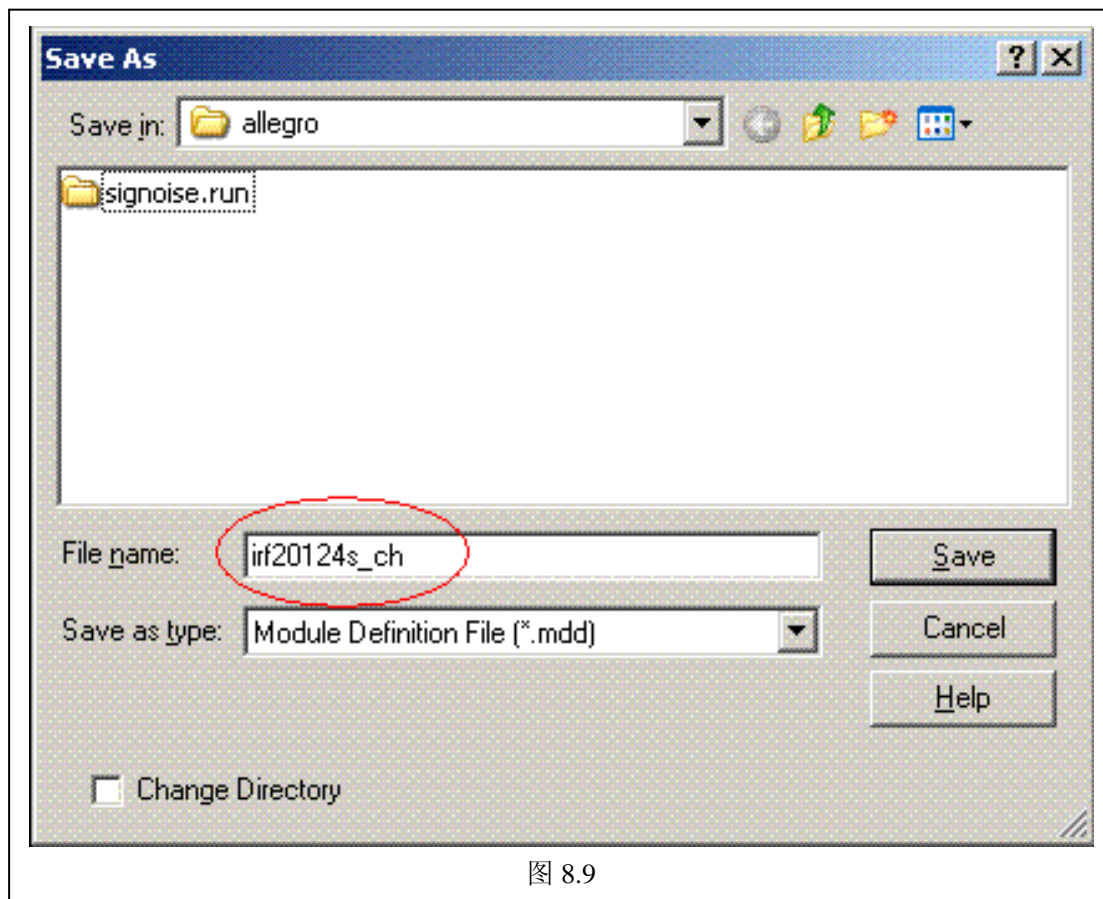

图 8.9
9) 为包含 REUSE\_ID 的 PCB 创建模块 (\*.mdd)、并按规定约束命名: 点 allegro 菜单 tools\Create Module, 选择所有目标物件, 确定并选择基点 (也就是模块的元点), 在对话框内, 填入模块名称: irfs20124s\_ch (图集名\_引用层次名), 你应该还记得步骤 (1) 的提示吧。你可以不用这个命名规定约束, 但你必须给引用层次原理图的每个元件增加 REUSE\_NAME 属性, 并给这个属性赋予你自定义的 PCB 模块名 (那将是个巨麻烦的事)! 见图 8.9, 同时, 请记住这个模块的存放位置, 后面设置模块搜寻路径时, 会用它的路径....